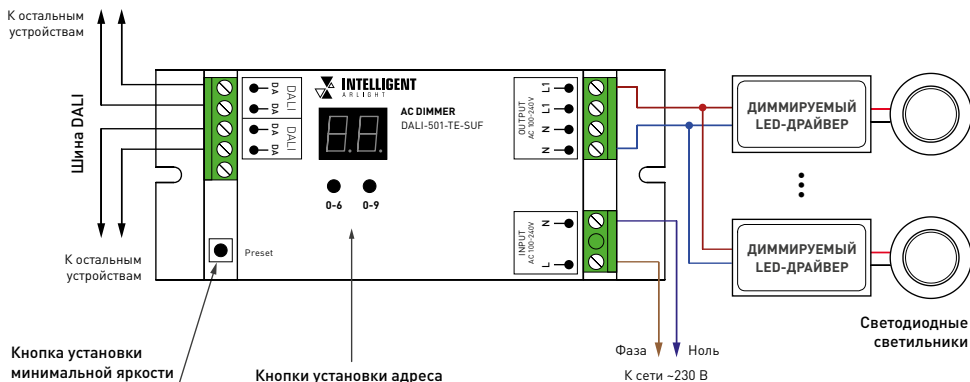

Рисунок 1. Схема подключения диммера, органы управления и индикации.
- 3.3. Подключите диммируемый источник света с напряжением питания ~230В к выходу AC OUTPUT диммера (см. Рисунок 1).
- 3.8. Установите адрес диммера. Адрес может быть назначен по шине при помощи мастер-контроллера DALI (см. инструкцию к мастер-контроллеру) или установлен кнопками на корпусе диммера (см. Рисунок 1).